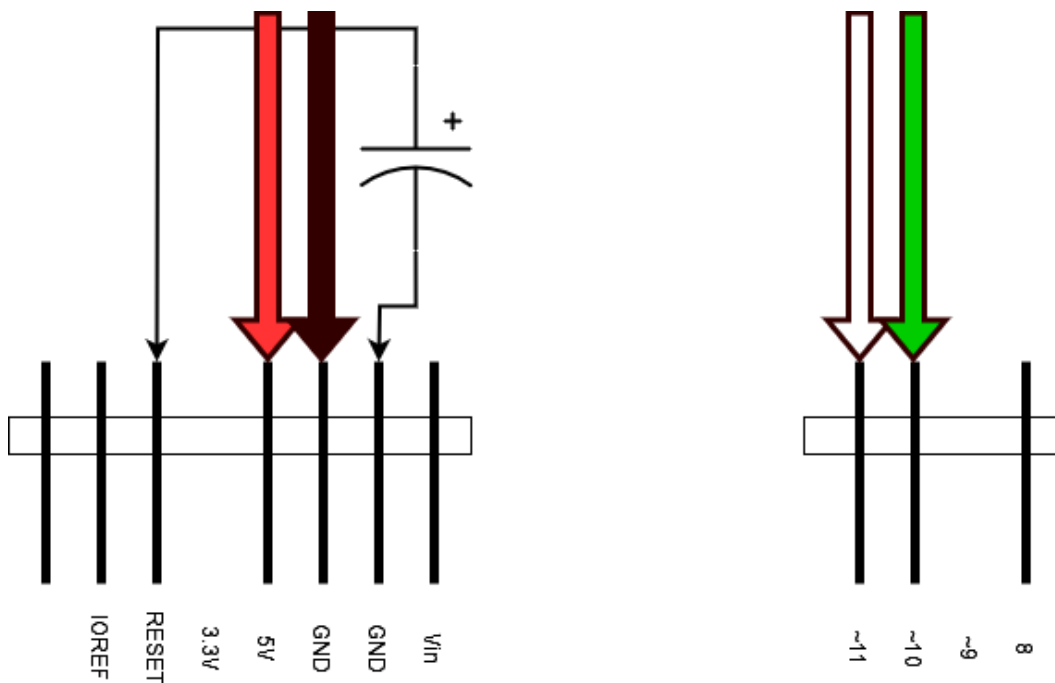

Figure 3: connecteur RMC 800 côté arduino
- Souder les fils Rouge et Noir, sur le connecteur 8x1 sur les position "5v" et "GND" (cf fig 3)
- Souder les fils Blanc et Vert, sur le connecteur 4x1 sur les position "~10" et "~11" (cf fig 3)